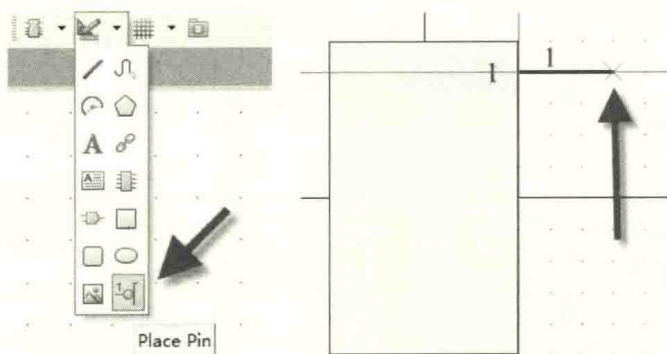

图 3-12 放置管脚
(1) 单击绘制工具栏中的快捷按钮，如图 3-12 中左图所示，鼠标指针变成十字形并附着一个管脚符号。
(2) 移动鼠标到合适的位置，单击左键完成放置，单击右键或者按“Esc”键退出放置状态。
(3) 放置管脚时，一端会出现一个“x”表示管脚的电气特性，有电气特性的一端需要朝外放置，用于原理图设计时连接电气走线，如图 3-12 中右图所示。
(4) 在放置的过程中可以通过空格键来调整方向。